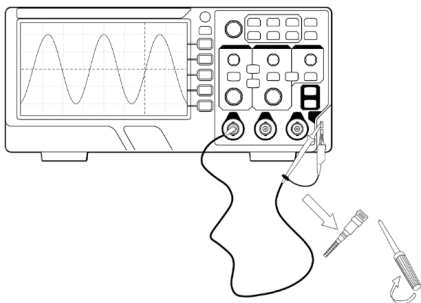

Рис. 7 Компенсация пробника осуществляется регулировкой либо в головке, либо в компенсаторе, подключаемом к входу осциллографа
- 2) Подключить наконечник пробника к выходу калибровочного сигнала на лицевой панели осциллографа (см. рис. 7).